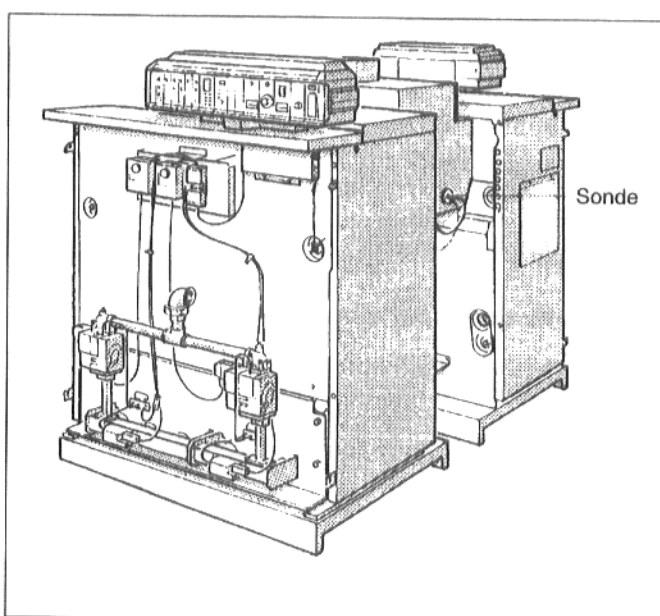

Fig. 36 : Sonde du système de contrôle des fumées chaudière G 324 XD.
- Dévisser la sonde de température des fumées du coupe-tirage ou du collecteur de fumées (fig. 36).